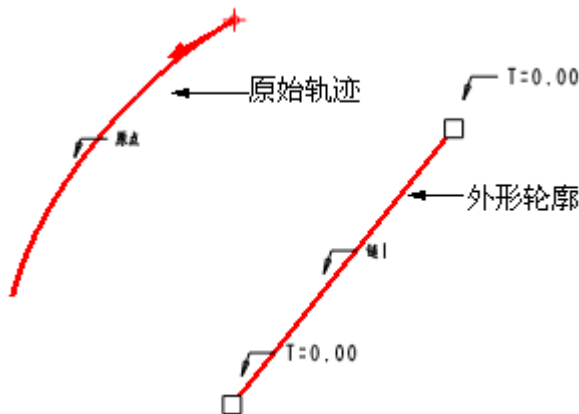

图 44-6
- (1) 单击特征工具栏中的 ，打开可变剖面扫描特征操控板。
(2) 选中  按钮，以建立曲面特征。如图 44-6 所示选择原始轨迹线和轮廓线。